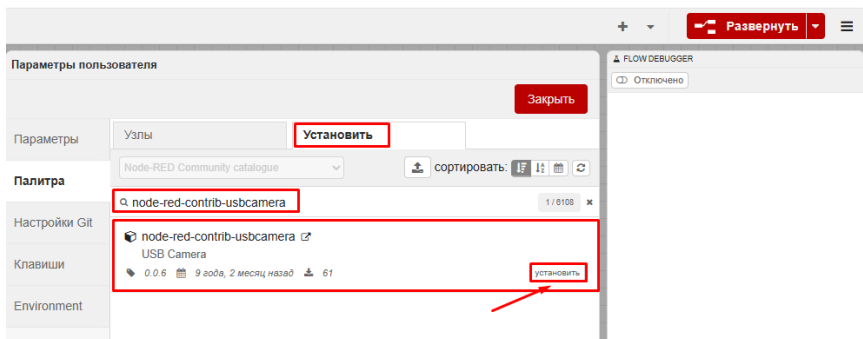

Рис. 2.16. Установка узлов для работы с usbcamera
3. Перейдите на вкладку «Установить» и выполните поиск по запросу, например, `node-red-contrib-usbcamera` (см. рис. 2.16):